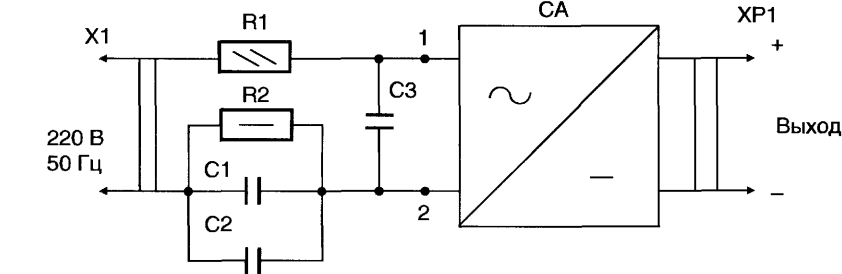

Рис. 2. Электрическая схема сетевого адаптера
Вход штатного СА, рассчитанный на 120 В, подключают к сети 220 В, 50 Гц в точках (1) и (2) через понижающее устройство, соединив дополнительные элементы по схеме (см. рис. 2). На этой схеме С1 и С2 – балластные гасящие конденсаторы, суммарную емкость которых подбирают экспериментально в зависимости от мощности СА. Это лучше делать, начиная с минимально возможного значения, постепенно увеличивая суммарную емкость до получения необходимых электрических параметров СА при нагрузке близкой номинальной.
При этом необходимо использовать либо миниатюрную лампу накаливания, либо резисторы с соответствующим сопротивлением и мощностью, подключив их через разъем к выходу ХР1 сетевого адаптера. В то же время нужно контролировать величину напряжения на входе СА в точках 1 и 2 (см. рис. 2), и нагрев корпуса СА в течение продолжительного промежутка времени, чтобы не допустить перегрузки.